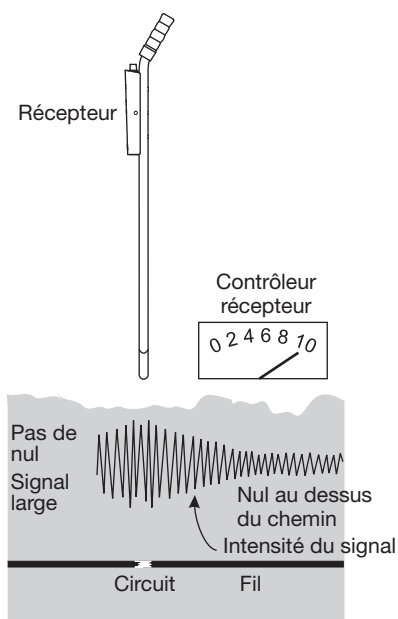

Figure 3 – Repérage de l'extrémité d'un fil brisé
- L'extrémité d'un fil coupé ou brisé peut être repérée en suivant le chemin jusqu'à la disparition du signal nul, qui indique alors le point chaud. Au-delà du point chaud, aucun signal nul ne peut être détecté. Reculer pour détecter le point du signal nul, qui indiquera l'emplacement approximatif du fil brisé. (Voir la Figure 3.)